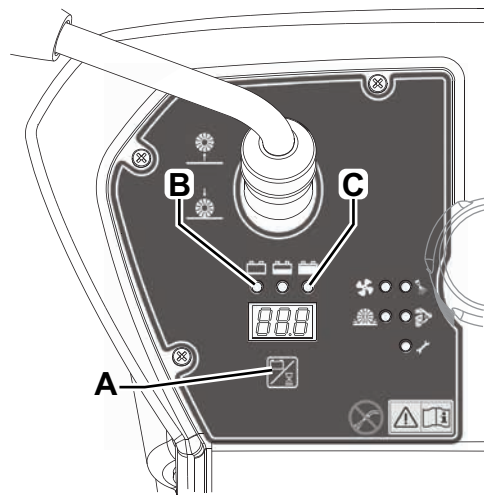

Figure 3
1. Démarrer la machine en tournant la clé (61) sur « II » et en appuyant sur le bouton-poussoir (A, Fig. 3).
- Témoin lumineux rouge (B) : Batteries WET
- Témoin lumineux vert (C) : Batteries GEL-AGM
3. Relâcher et appuyer à nouveau sur le bouton-poussoir (A) dans 5 secondes pour changer l'établissement (si besoin est).